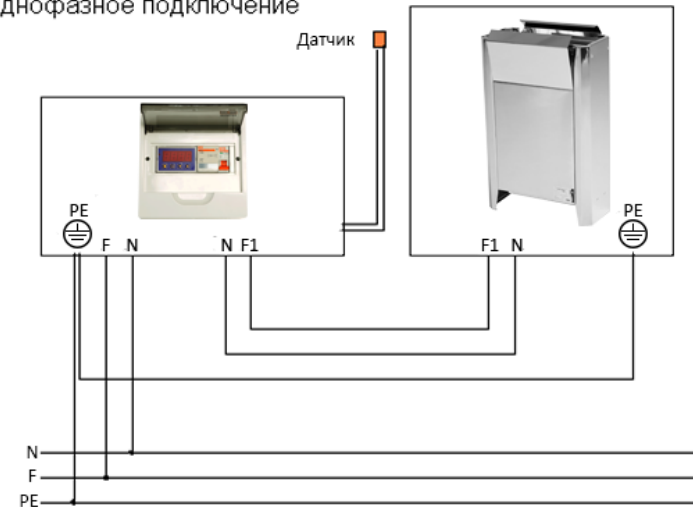
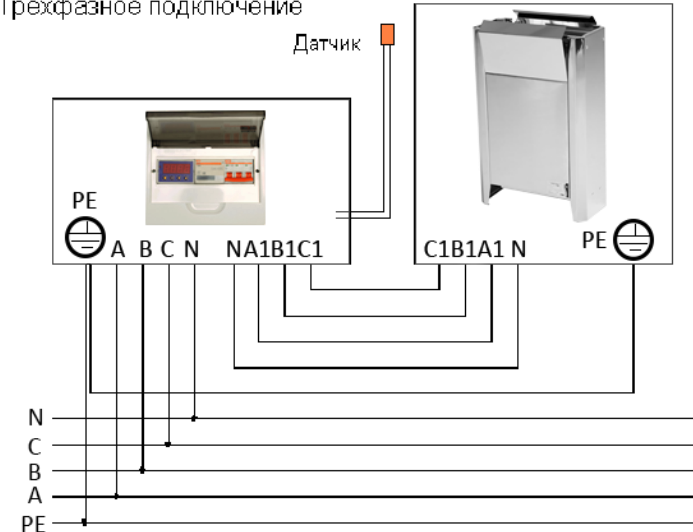

Рис.2
Рис.3
3. Подключение ЭНУ необходимо выполнить в соответствии с рис.2, 3. Провода, подключаемые к ЭНУ, включая нулевой рабочий и нулевой защитный, должны быть в термостойкой изоляции, сечениями не ниже, указанных в разделе 4 настоящего руководства. Концы проводов, подключаемые к ЭНУ должны быть облужены, а подключаемые к ПУ - оборудованы наконечниками.
Электромонтаж ЭНУ выполняется в соответствии со схемами, изображенными на рис.2 и рис.3.